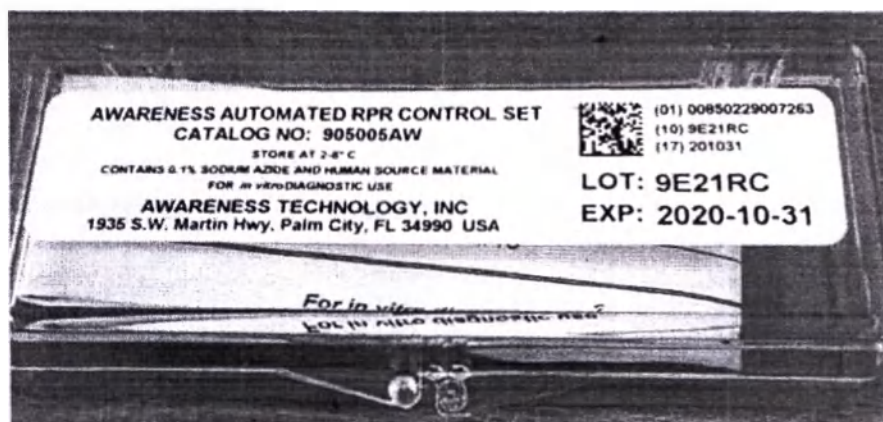

Рисунок 3. Пластиковый короб под контрольный материал.
- Контрольные материалы Reactive control (положительный контроль) и Nonreactive control (отрицательный контроль) дополнительно упакованные в пластиковый прозрачный короб с маркировкой (Рисунок 3).